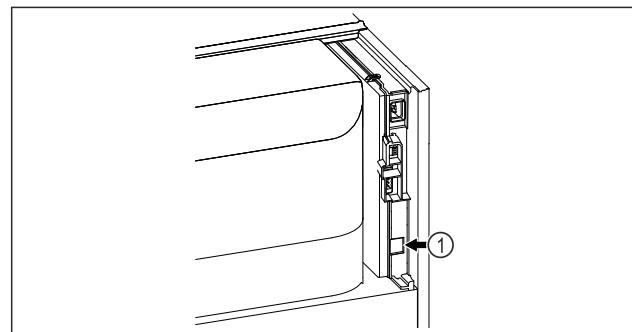

Fig. 125
SmartModule Fig. 125 (1) je nasadený.